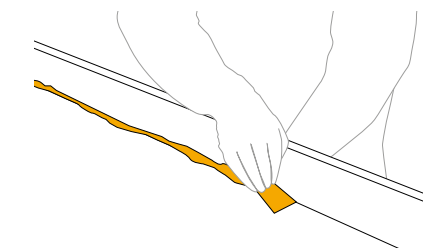

Abb.6
- Nach dem Anbringen der Klemmen muss der überschüssige Kleber sofort beseitigt werden (Abb. 6).